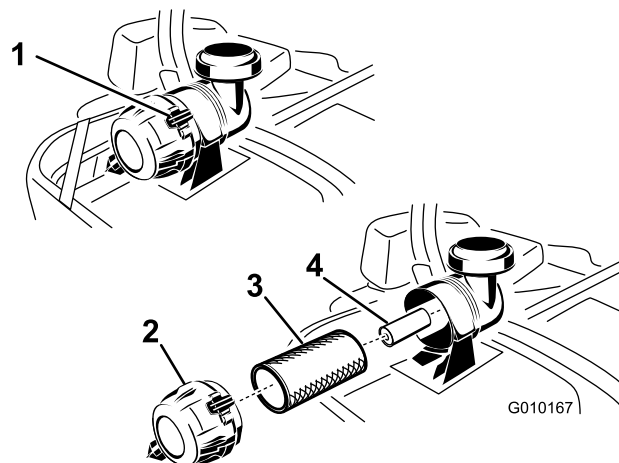

Figure 47
3. Appuyez sur les attaches du filtre à air pour les ouvrir et détachez le couvercle du corps du filtre à air (Figure 47).
5. Sortez l'élément principal du corps du filtre avec précaution (Figure 47). Évitez de cogner l'élément à l'intérieur du corps.
1. Ne nettoyez pas l'élément en papier ; remplacez-le (Figure 47).
2. Si vous remplacez l'élément secondaire, insérez-le avec précaution dans le corps du filtre (Figure 47).
3. Placez ensuite l'élément principal sur l'élément secondaire avec le même soin (Figure 47). Assurez-vous qu'il est bien engagé en appuyant sur le rebord extérieur.
- Montez le couvercle, reniflard en bas, et tournez-le pour que les attaches verrouillent le couvercle en place (Figure 47).